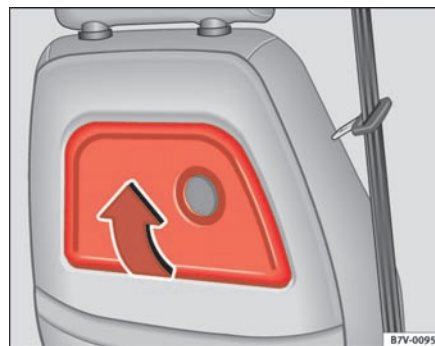

Fig. 107 Klapbord på højre forsæde
- Tryk bordet i pilens retning ⇒ fig. 107, indtil det går i hak.
- Tryk bordet modsat pilens retning ⇒ fig. 107, indtil det går i hak.